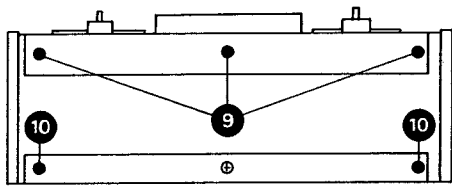

Fig. 3.2.-4
- Dévisser les 8 vis à tête en croix (1) (Fig. 3.2. - 1)
- Dévisser les 3 vis à tête en croix (2) (Fig. 3.2. - 2).
3.2.3. Démontage de la plaque frontale (Fig. 3.2. - 3)
- Oter les poulies des palpeurs (4) après en avoir dévissé le couvercle (à la main).
- Même processus pour le galet presseur (8).
- Retirer le couvercle des têtes en tirant en avant (7).
- Retirer délicatement en avant la platine du rail de montage (6).
- Dévisser 5 vis à tête en croix (3).
- In vorderer Fussleiste 3 Kreuzschlitzschrauben (9) lösen (Fig. 3.2. - 4).
- Die 2 äusseren Kreuzschlitzschrauben (10) (Fig. 3.2. - 4) im hinteren Fuss lösen.
- Remove 3 Phillips screws (9) from front support rail, (fig. 3.2. - 4).
- Remove the 2 outside Phillips screws (10) from the rear support rail, (fig. 3.2. - 4).
- Dévisser les 3 vis de fixation du pied avant (9) (Fig. 3.2. - 4).
- Dévisser les vis des deux extrémités du pied arrière (10) (Fig. 3.2. - 4).